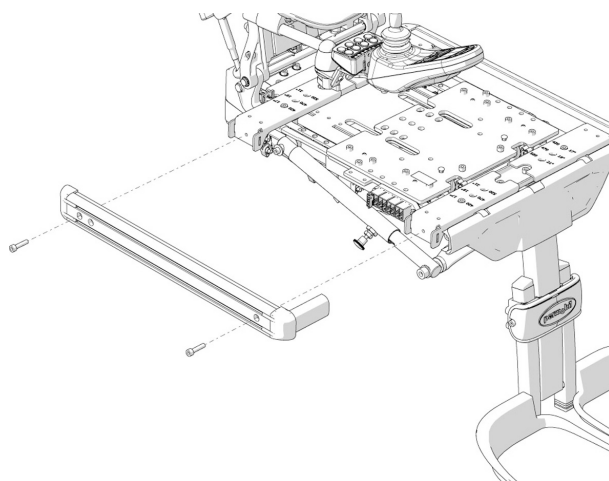

Bild 129. UniTrack-skenorna sitter monterade med två skruvar vardera.
3. Demontera UniTrack-skenorna, de sitter monterade med två skruvar vardera. Se bild. 129.